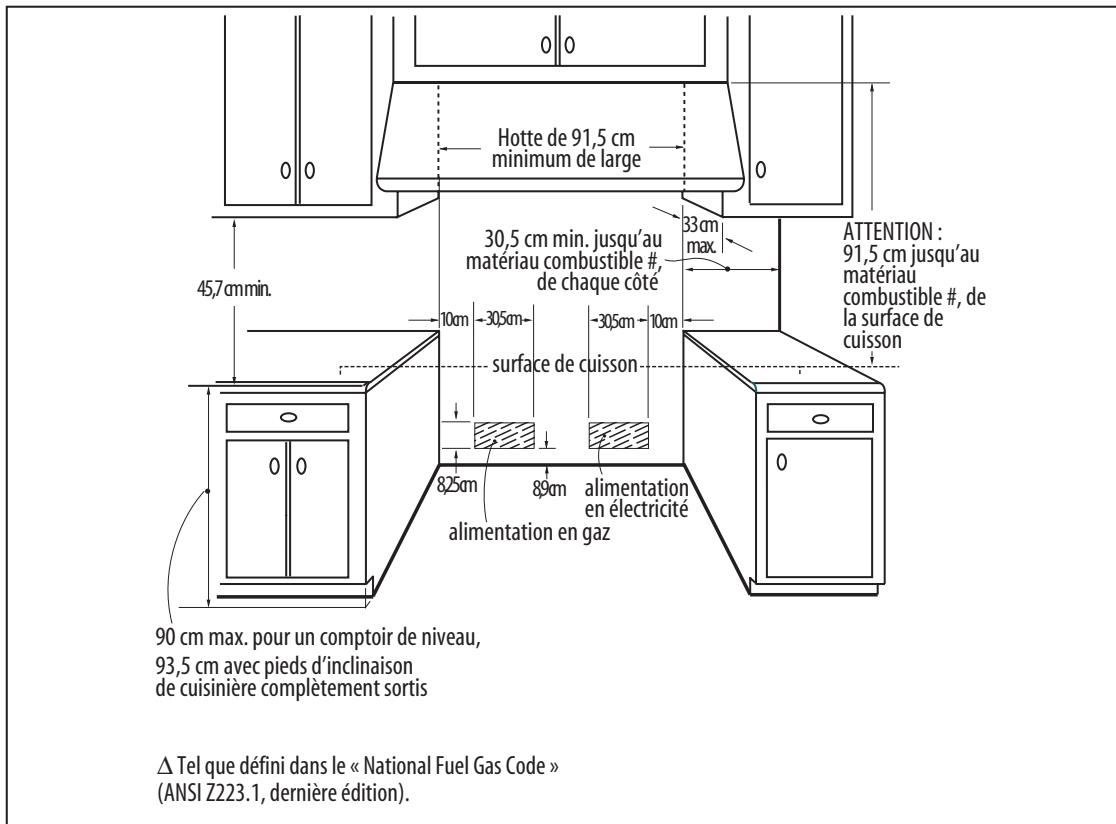
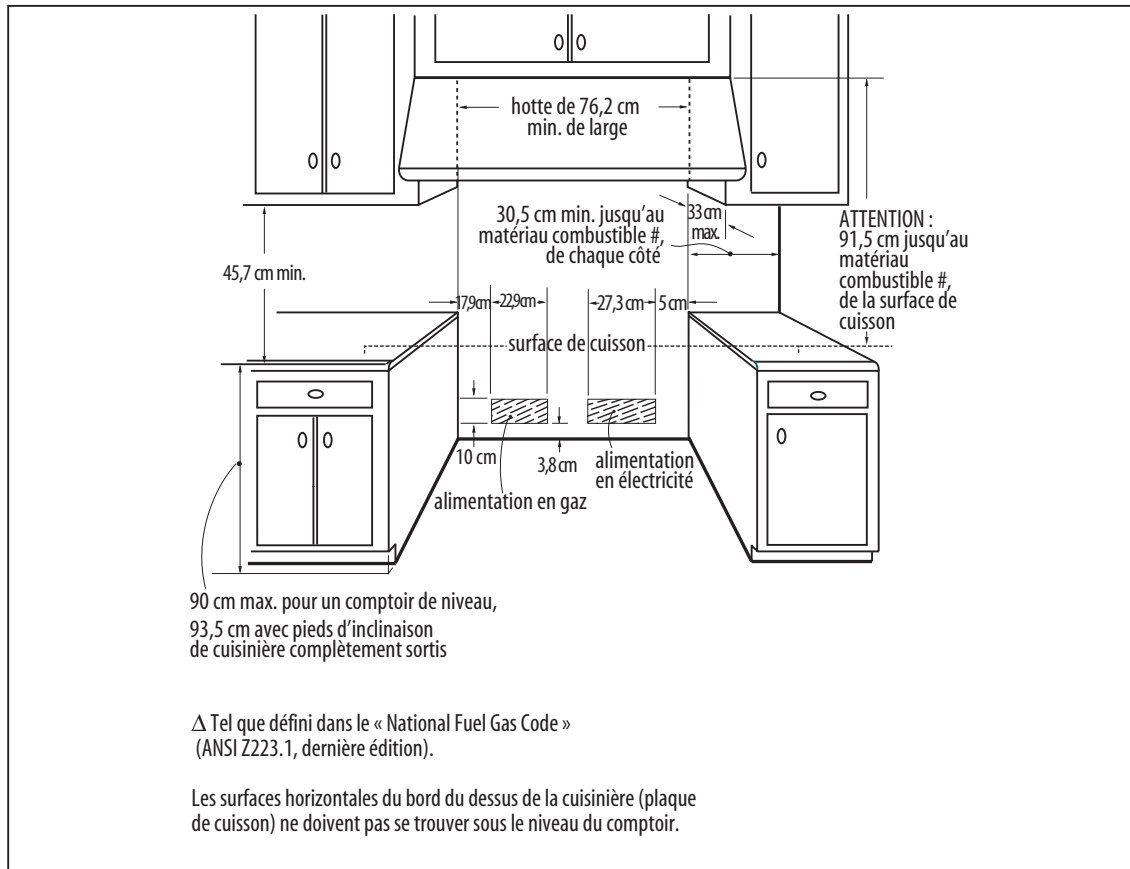

Fig. 9 Modèle PRD3630 uniquement
Fig. 10 Modèle PRD3030 uniquement
- 1) La cuisinière est une unité autoportante. Si celle-ci doit être placée à côté des armoires, les dégagements illustrés à la fig. 9 (PRD3630) et à la fig. 10 (PRD3030) sont nécessaires. Les mêmes dégagements s'appliquent aux installations en îlot.
- 3) Les alimentations en gaz et électricité doivent se trouver dans les zones illustrées (fig. 9, 10 et 11).
Débranchez toujours le cordon d'alimentation électrique de la prise murale ou déconnectez le service avant de réparer cet appareil ménager. Respectez tous les codes et ordonnances en vigueur lors de la mise à terre, en l'absence desquels, respectez le « National Electrical Code » ANSI / NFPA No. 70-1990. Assurez une alimentation électrique de 120/240 volts, à trois fils (plus la terre) 60 Hz monophasé, sur un circuit de 50 A. La prise de courant doit être de type NEMA 14-50 compatible avec la fiche à quatre broches fournie avec l'appareil. La prise doit se situer dans la zone indiquée à la fig. 9, page 9.
Assurez une alimentation électrique de 120/240 volts, à trois fils (plus la terre) 60 Hz monophasé, sur un circuit de 30 A. La prise de courant doit être de type NEMA 14-50 compatible avec la fiche à quatre broches fournie avec l'appareil. La prise doit se situer dans la zone indiquée à la fig. 10, page 10.